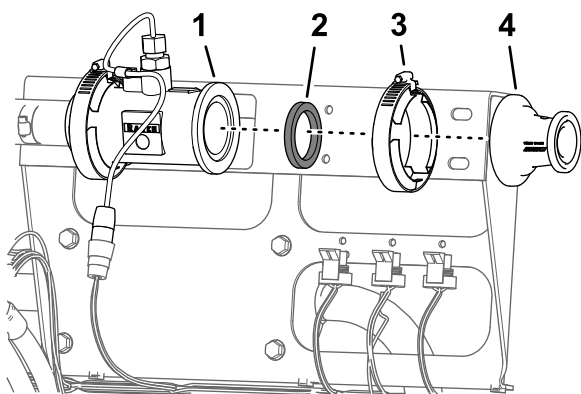

Figura 71
6. Rimuovete il morsetto flangiato da 51 mm (2") e la guarnizione da 38 mm (1½") che fissano la flangia del riduttore alla flangia del flussometro (Figura 71).